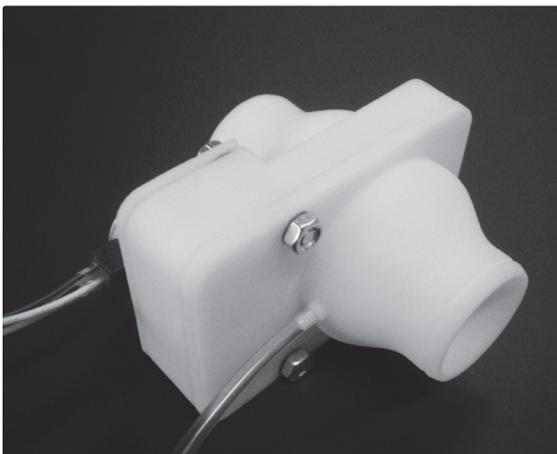
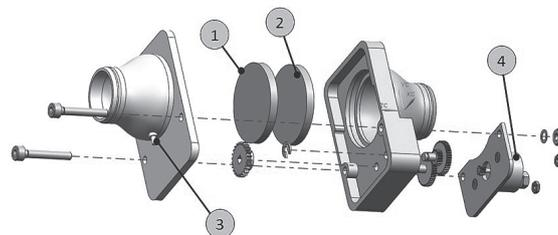

Abbildung 1: Das Multifunktionsventil
Abbildung 2: Explosionszeichnung des Multifunktionsventils
Das Multifunktionsventil wurde in einem kompakten Gehäuse integriert, das alle mechanischen Komponenten enthält. In Abbildung 2 sind alle Einzelteile ersichtlich. Eine bewegliche Blende (1) ist auf einer Blende (2) im Gehäuse montiert. Die Blenden sind in diesem Abbild nur schematisch dargestellt. Der Drucksensor wurde für die Messung direkt am Eingang des Lufteinlasses angeschlossen (3). Der Schrittmotor (4) ist ausserhalb des Gehäuses montiert. In Abbildung 1 ist das fertige Multifunktionsventil zu sehen.